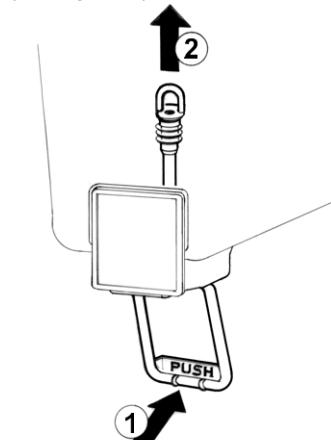

figure 2
**5 Robinet avec tube en caoutchouc: pousser (1) le levier de débit robinet et défiler (2) le tuyau robinet de son siège sur le fond du réservoir (voir figure 2).**